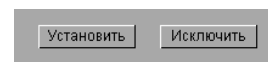

Рисунок 28
- Нажать кнопку «установить» (Рис. 28). В меню 1/3 должно появиться обновленное значение времени реверберации для данной 1/3 октавы.
- Если в какой-то 1/3 октавы определить участок спада невозможно, или если падение УЗД происходит меньше, чем на 35 дБ, то данную 1/3 октаву следует убрать из дальнейшей обработки кнопкой «Исключить» (Рис. 28).